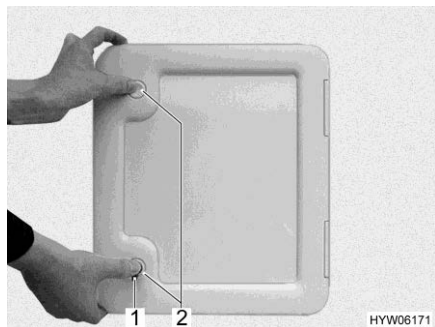

Fig. 278 Trampilla para el depósito de aguas fecales
- Abrir la trampilla para el depósito de aguas fecales en el exterior del vehículo. Para esto, introducir la llave en el cilindro de cierre del cierre a presión (Fig. 278,1 ó Fig. 279,1 ó Fig. 280,1) y girarla un cuarto de vuelta en sentido de las agujas del reloj.